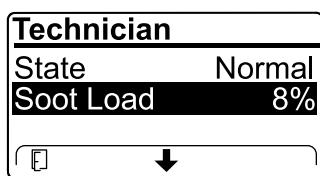

Figura 44
- Vea la carga de hollín que se mide como porcentaje de hollín en el DPF(Figura 44); consulte la tabla de carga de hollín.